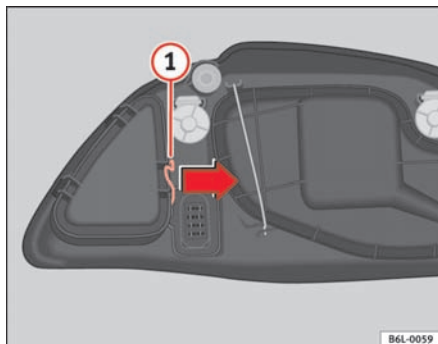

Fig. 151 Blinklys
- Fjern bøjlerne ① ⇒ fig. 151 i pilens retning, og tag afdækningen af.